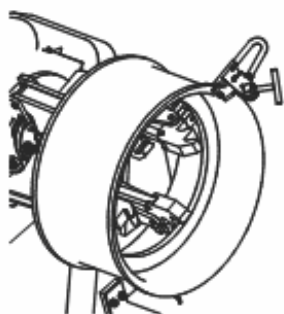

Рисунок 12
6.4.3 Прикрепите клипер в самой высокой точке на внешней стороне обода (см. Рис. 12).